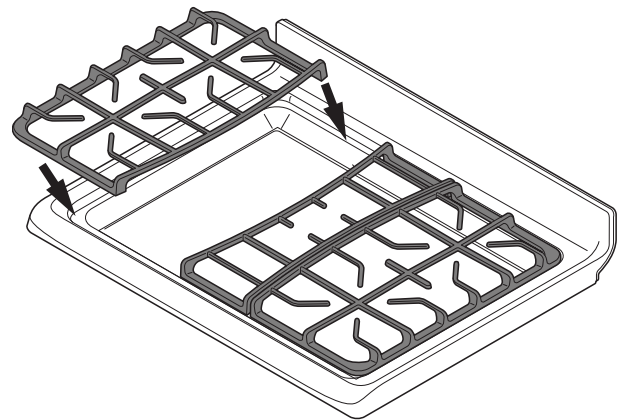

Figure 6 : Installation adéquate de la grille
- Assurez-vous que les grilles de brûleur sont correctement en place sur la surface de cuisson avant d'utiliser les brûleurs de surface (Figure 6). Les grilles ont été conçues de manière à reposer dans la cavité de la surface de cuisson.